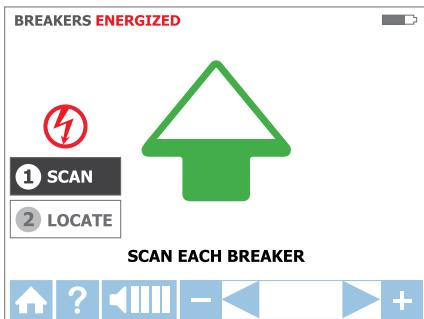

Figura 3.4b
3. **Passo 1 - ① PROCURAR:**
- a. A unidade irá começar automaticamente no modo **① PROCURAR**, tal como ilustrado na Figura 3.4b.